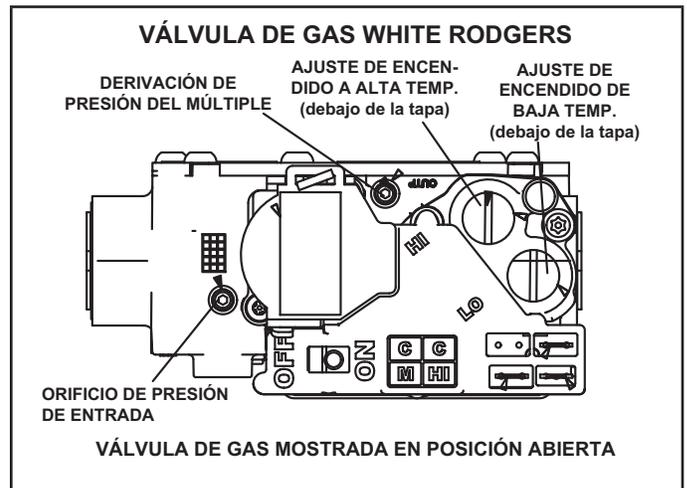

Figura 66
#### Operación de la válvula de gas (Figura 66)
- 8 - Mueva el interruptor de la válvula de gas a la posición ENCENDIDO. Ver Figura 66.
Un tapón roscado en la válvula de gas permite acceso a la presión de suministro. Ver Figura 66. Retroceda el tornillo hexagonal de 3/32 una vuelta, conecte un tubo de 5/16 y conéctelo a un manómetro para medir la presión de suministro. Ver la TABLA 21 para la presión de la línea de suministro.
Un tapón de presión del múltiple en la válvula de gas permite acceso a la presión del múltiple. Ver Figura 66. Retroceda el tornillo hexagonal de 3/32 una vuelta, conecte un tubo de 5/16 y conéctelo a un manómetro para medir la presión del múltiple.